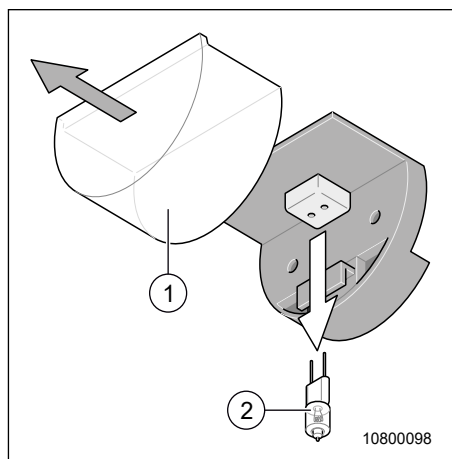

Fig. 118 Lampe dans le rangement
1. Retirer le boîtier de la lampe (Fig. 118, pos. 1).
2. Remplacer l'ampoule halogène (Fig. 118, pos. 2).